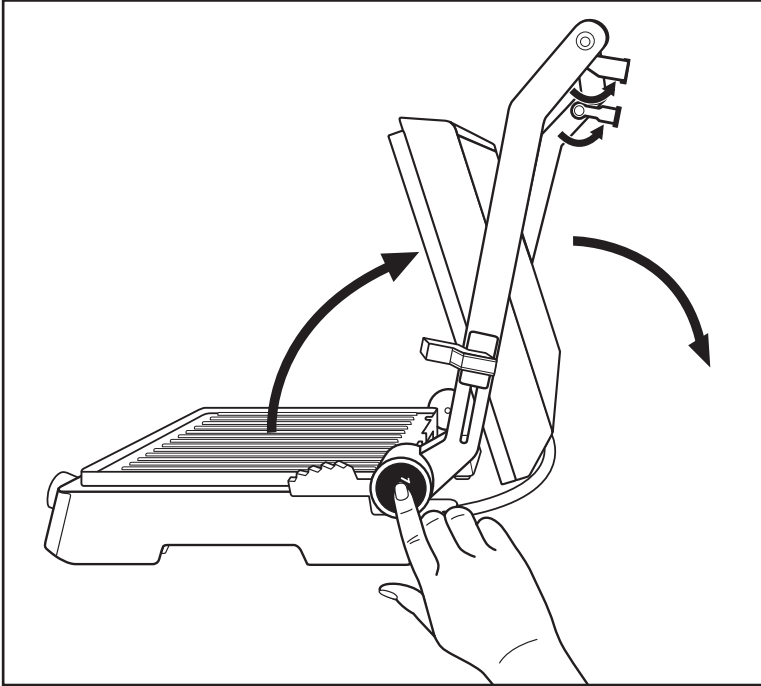

Fig.1
- 1) Despliegue ambos pies de apoyo **1** (fig.1).
- 2) Pulse el botón de desencastre 180° **3** (fig.1) y abra la tapa del aparato hasta que ambas placas de calentamiento **10** puedan utilizarse como grill de mesa.